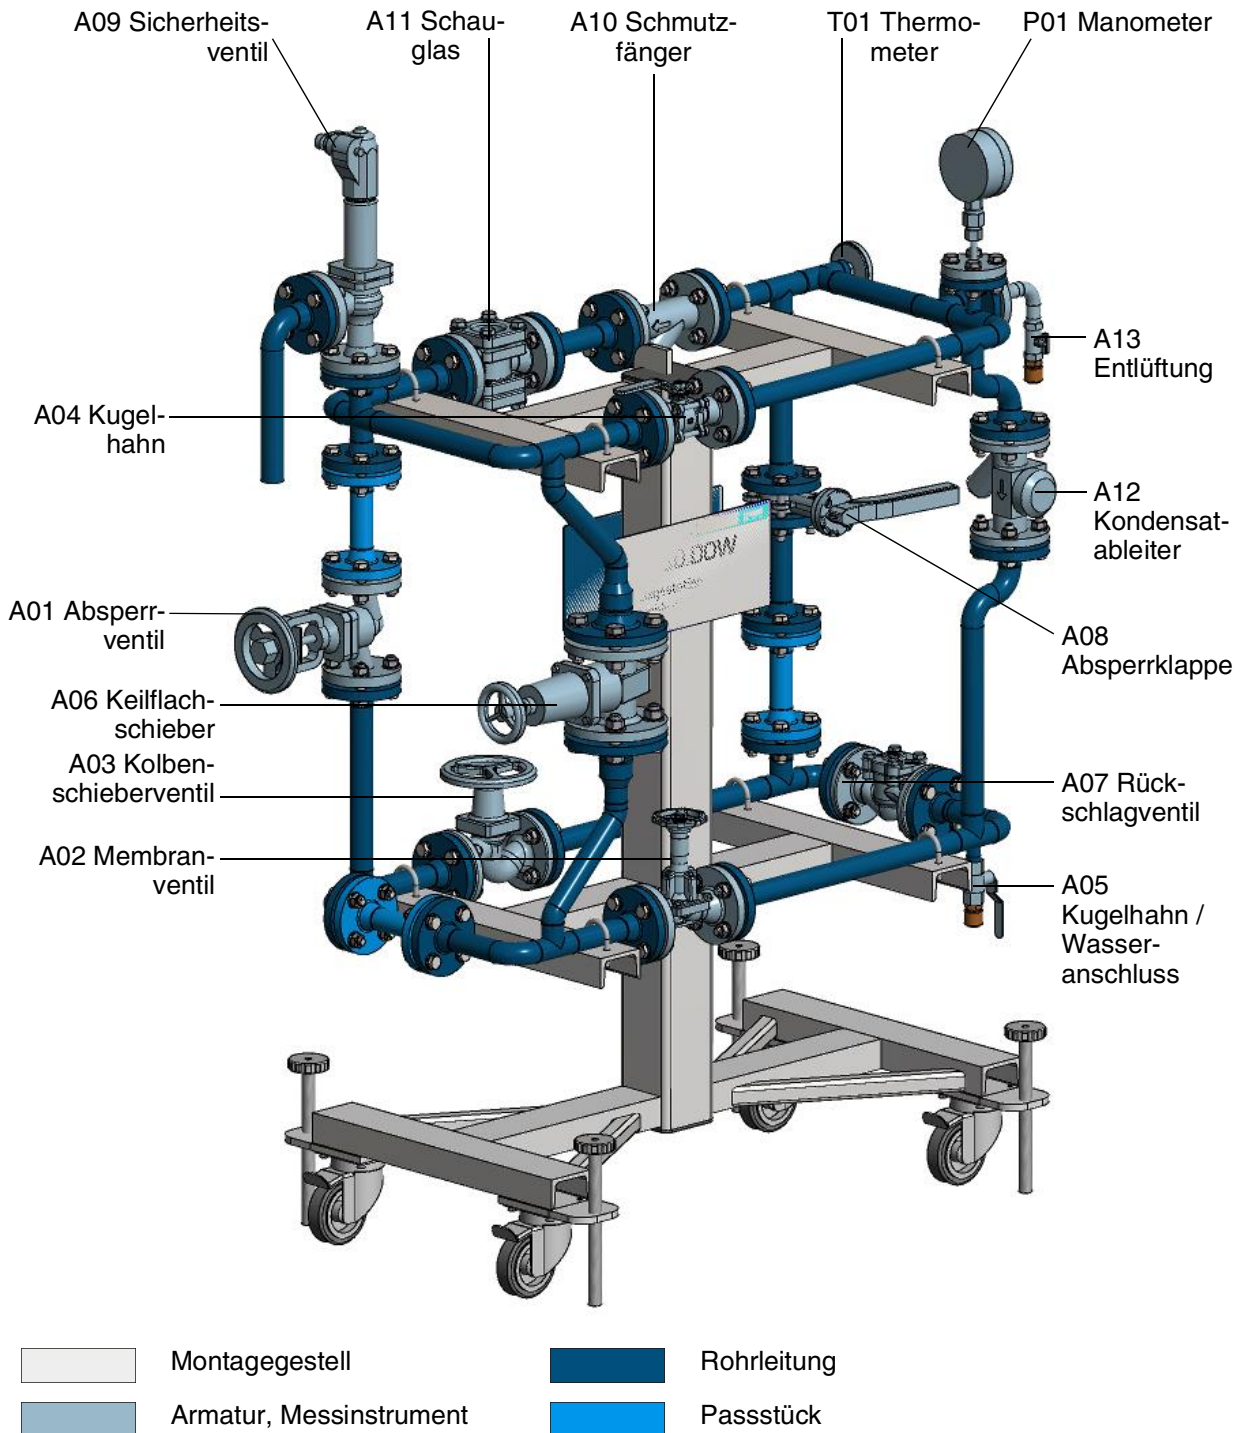

Abb. 3.3 Armaturen und Messinstrumente
- diverse Armaturen und Messinstrumente, siehe Abb. 3.3, Seite 9.